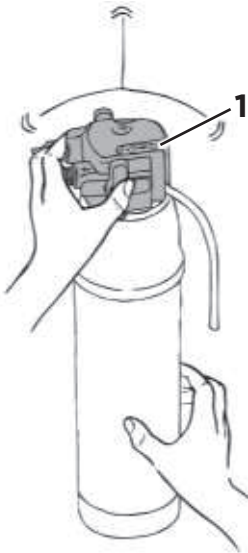

Abb. 33
6. Halten Sie die Filterkartusche mit einer Hand fest und ziehen Sie den Filterkopf (Abb. 33/1) mit der anderen Hand ab. Bewegen Sie den Filterkopf dabei ggf. mit wippenden Bewegungen hin und her, um ihn von der Filterkartusche zu lösen.